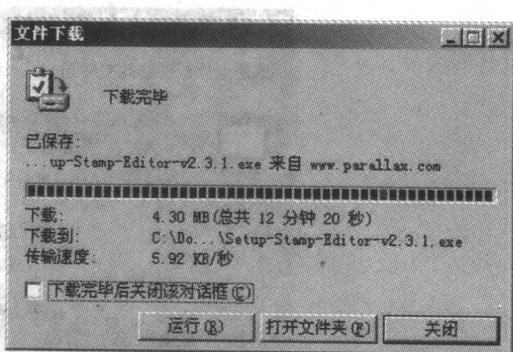

图 1.6 下载完成, 提示安装对话框
- 下载完成后，保留如图 1.6 所示的对话框，此时可以直接跳到任务 2：安装软件，并